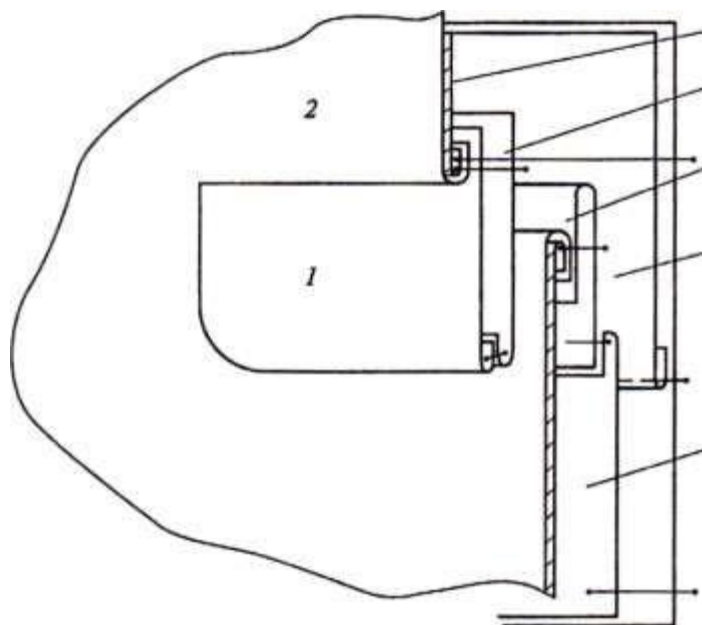

Рисунок 1 – Обработка прорезного кармана с клапаном
21. Перечислите детали кармана, показанные на рис. 1
23. По рис. 1 установите последовательность обработки кармана в рамку: